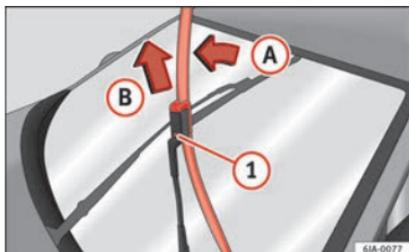

Fig. 69 As escovas dos limpa para-brisas.
- Remova o braço do limpa para-brisas do vidro, movendo ligeiramente a escova no sentido do braço - seta A » » » Fig. 69.
- Com a outra mão, desbloqueie o mecanismo de segurança ① e retire a escova no sentido da seta B.